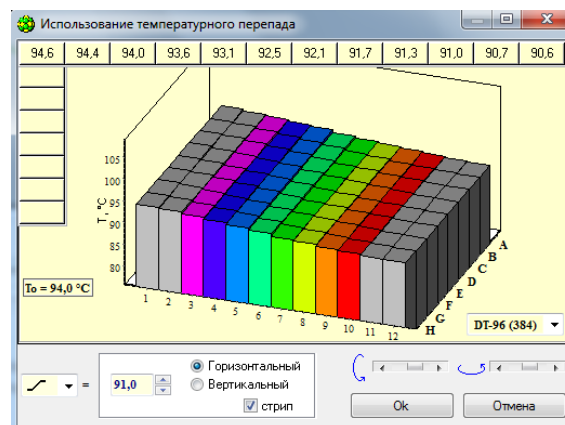

Рис.39 Горизонтальный градиент с опцией «стрип»
4. Для ввода градиента в окошках  = выбрать символ градиента  и ввести температуру переднего края матрицы при выборе вертикального градиента, или правого края матрицы при выборе горизонтального градиента (Рис.39, 40).
При выборе горизонтального градиента можно выставить опцию **стрип**, получив при этом поле матрицы 8x8 с улучшенной линейностью градиента (цветная область на Рис.39).